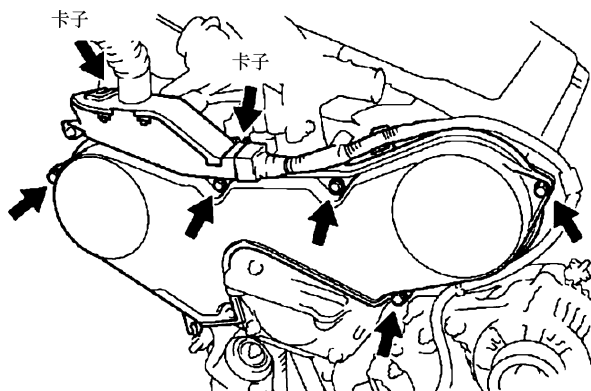

图 24-7 拆卸2号正时带罩
10) 按照图 24-7 所示, 拆卸2号正时带罩上的卡子和螺钉, 拆下正时带罩。